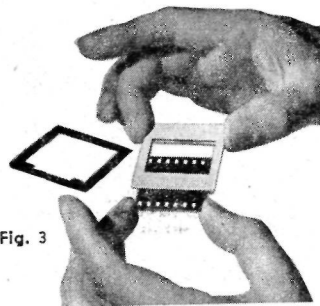

Fig. 3
2. The inner part of the frame is in the form of an "envelope" holding two cover glasses. Place the transparency between the two glasses and insert the assembly into the envelope (Fig. 3).
2. La parte interna della forma ha l'aspetto di una "busta" che contiene due lastre di vetro di copertura. Collocare la trasparenza fra tali due vetri ed inserire l'insieme nella busta (Fig. 3).
2. La parte interior del marco es en forma de "sobre" que contiene dos placas de cristal. Colocar la transparencia entre los dos cristales e introducir el conjunto dentro del sobre (Fig. 3).
2. Der Innenteil des Rähmchens bildet eine die beiden Deckgläser festhaltende Hülle. Das Diapositiv wird zwischen die beiden Gläser eingelegt und das Ganze sodann in die Hülle eingeführt (Abb. 3).